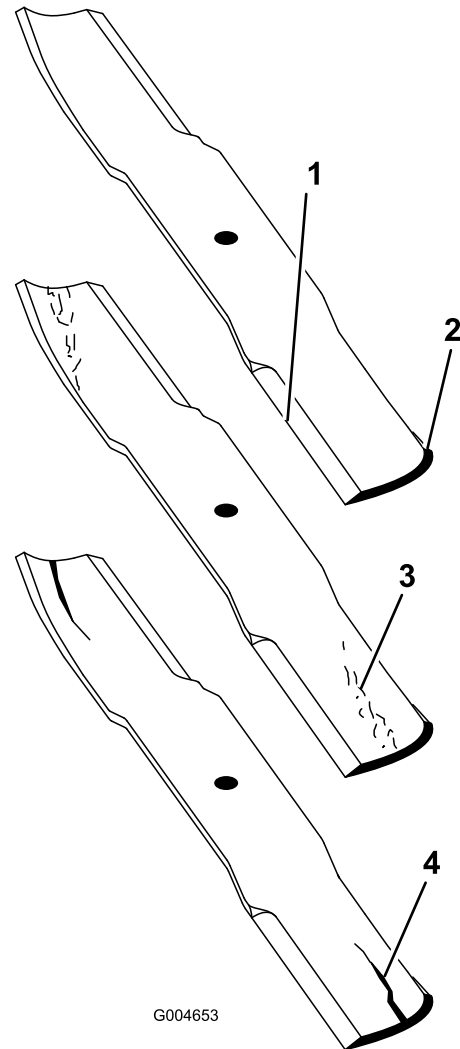

Figure 89
2. Examinez attentivement les tranchants de la lame, particulièrement au point de rencontre de la partie plane et de l'ailette (Figure 89).
Remarque: Le sable et les matières abrasives peuvent éroder le métal à cet endroit, c'est pourquoi il est important de contrôler l'état de la lame avant d'utiliser la tondeuse. Remplacez la lame si elle semble usée (Figure 89).